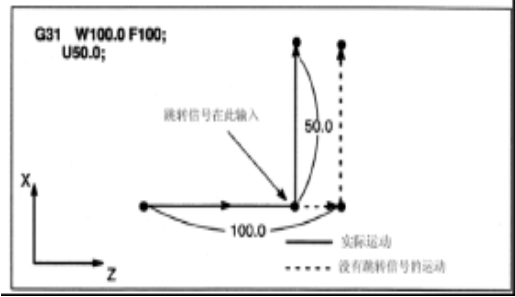

图 3-13
- 8) G31 的下一个程序段是增量坐标编程，见图 3-13